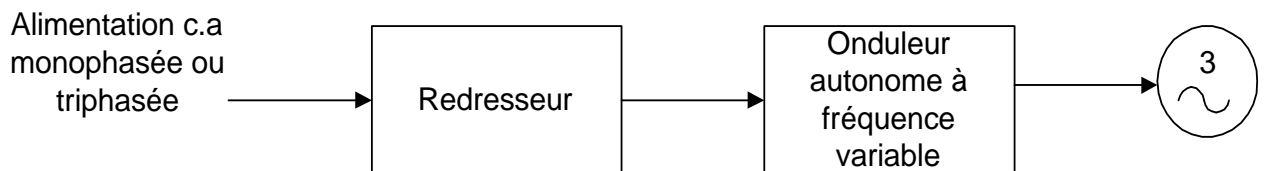

FIGURE 1.5 ONDULEUR AUTONOME À FRÉQUENCE VARIABLE
- d'onduleurs autonomes à fréquence variable (Figure 1.5) ;